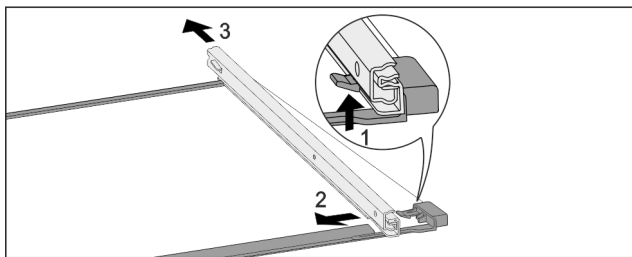

Fig. 133 Glashylla med skenor
- ▶ Tryck främre spärr uppåt. Fig. 133 (1)
- ▶ Skjut bort utdragsskena i sidled Fig. 133 (2) och bakåt Fig. 133 (3).